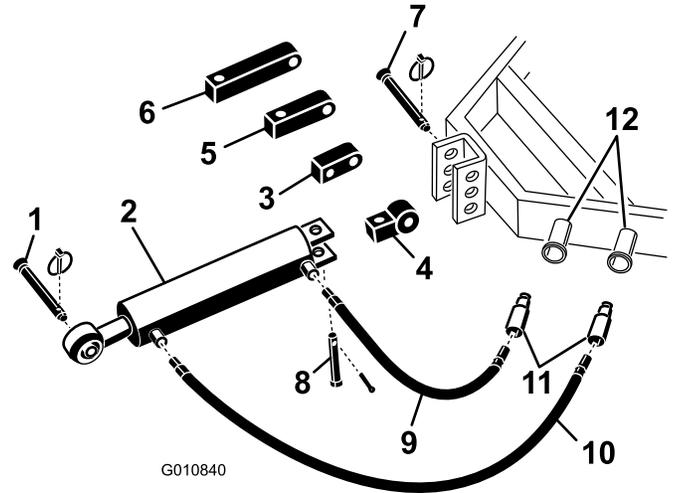

Figure 5
- Fixez le côté doté de l'embout d'accouplement du bras de liaison supérieur hydraulique au tracteur au moyen des goupilles fournies avec le tracteur (Figure 5). Positionnez le bras de liaison supérieur hydraulique de sorte que le côté tige soit dirigée vers l'aérateur. Les raccords du vérin doivent être dirigés vers le circuit hydraulique auxiliaire du tracteur.
Remarque: S'il est nécessaire que les raccords du vérin hydraulique soient tournés vers le haut, utilisez le bloc rotatif à la place du bloc de montage standard pour repositionner le vérin (Figure 5). Un raccord hydraulique à 90 degrés peut être utilisé à la place du bloc de rotation (les raccords ne sont pas fournis).
(Figure 5). Déposez l'embout d'accouplement du vérin.
- Montez le bloc rotatif sur le vérin avec les goupilles retirées précédemment (Figure 5).
- Raccordez le flexible hydraulique de 107 cm au raccord du bras de liaison supérieur hydraulique le plus proche de l'aérateur Figure 5. Appliquez du ruban Téflon ou du mastic d'étanchéité sur les filetages des flexibles pour prévenir les fuites.
- Raccordez le flexible hydraulique de 76 cm au raccord du bras de liaison supérieur hydraulique le plus proche du tracteur (Figure 5). Appliquez du ruban Téflon ou du mastic d'étanchéité sur les filetages des flexibles pour prévenir les fuites.
Si le vérin hydraulique n'atteint pas le support de montage de l'aérateur, utilisez un bloc d'extension au lieu du bloc de montage standard pour accoupler le vérin au tracteur (Figure 5).
- A. Retirez la goupille cylindrique et l'axe qui fixent l'embout d'accouplement standard au vérin (Figure 5). Déposez l'embout d'accouplement du vérin.
- B. Montez le bloc d'extension de la longueur voulue sur le vérin avec les goupilles retirées précédemment (Figure 5).